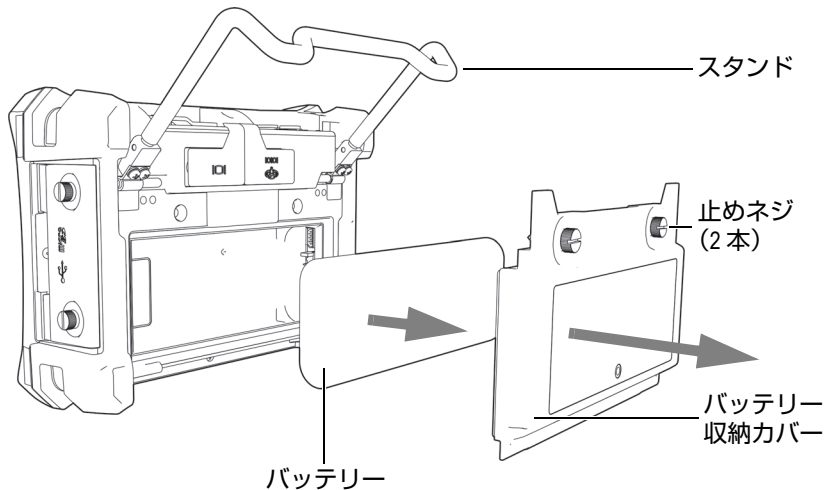

図 1-11 リチウムイオンバッテリーの取り外し
1. NORTEC 600 のパイプスタンドを開きます（38 ページの図 1-11 を参照）。